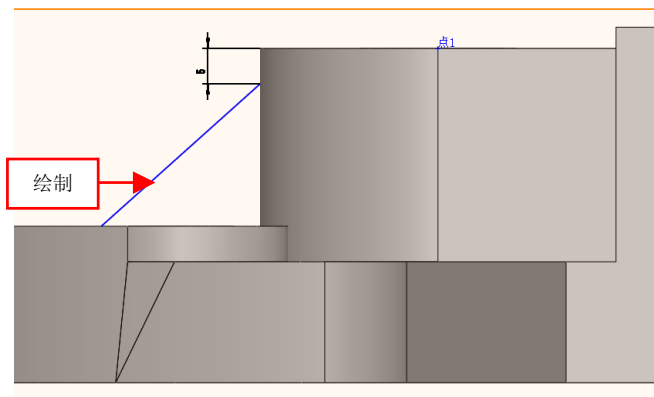

图 14-58 绘制草图对象
(15) 单击【筋】按钮, 弹出【筋】属性管理器, 选取基准面 1 为草图绘制平面, 绘制草图对象, 如图 14-58 所示。